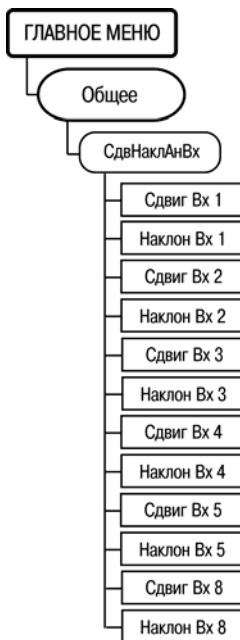

Рисунок 6.24
6.13.9 Параметры, определяющие коррекцию измеренных характеристик, задаются через пункт меню //**Общее/СдвНаклАнВх. {N} = 1 – 5, 8** (рисунок 6.24) для аналоговых входов 1 – 5, 8 соответственно.